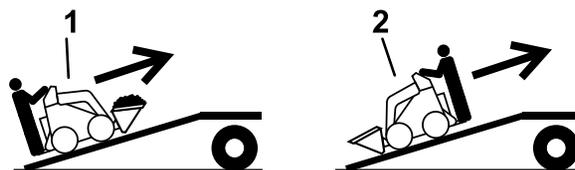

Рисунок 17
5. Погрузку машины на прицеп следует производить более тяжелой частью вверх по наклонному въезду, при этом грузы должны быть опущенными (Рисунок 17).